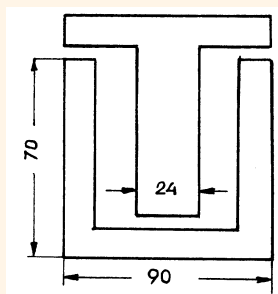
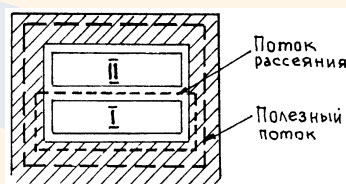
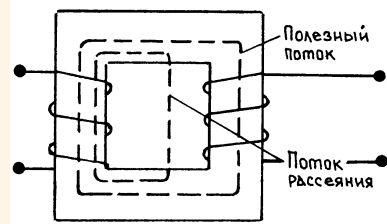

Рис. 8. Типовая форма магнитопровода.
Рис. 10 Вторичная обмотка над первичной. Допустима только для трансформаторов с неширокой полосой частот.
Рис. 11. Пути основного потока и потока рассеяния в трансформаторе.
По данным ведущих изготовителей, их высококачественные трансформаторы имеют в среднем удельный объем железа 2 куб. дюйма /Вт, т.е. набор пластин, показанных на Рис. 8, толщиной в 1,5 дюйма, способен работать с мощностью около 20 Вт. Более подробно вопрос выбора сердечника стоит рассмотреть позже, при анализе внешних трансформатором искажений.
Опираясь на ранее означенную величину удельного объема железа 2 куб. дюйма/Вт, можно считать, что набор стандартного железа (Рис. 8) толщиной 1,5 дюйма легко справится с 20 ваттами мощности. При таком наборе площадь сечения магнитопровода составит примерно 1,5 кв.дюйма, а длина силовой линии в магнитопроводе — около 8 дюймов. Подставив эти значения в формулу (1), получим 1100 витков для индуктивности 10Гн и 2400 витков для индуктивности 50Гн.
Требуемое число витков может быть намотано единой катушкой, поверх которой наматывается вторичная обмотка (Рис. 10), однако, такая конструкция практически не применяется в трансформаторах высокого качества. Чем же плоха эта простая и дешевая конструкция? Ответ на этот вопрос кроется в зависимости высокочастотных свойств трансформатора от взаимного расположения обмоток. Во всех предыдущих расчетах предполагалось, что весь магнитный поток, создаваемый первичной обмоткой, концентрируется в сердечнике и связывает собой первичную и вторичную обмотки. Однако это предположение не распространяется на область высоких частот. На простом примере (Рис. 11) видно, что магнитный поток катушки замыкается по двум различным
путям. Основной путь — через сердечник, здесь концентрируется львиная доля магнитного потока. Кроме него имеется еще один путь, замыкающий очень незначительную часть потока, — в обход сердечника, через воздух, как показано на Рис. 11. Это значит, что не весь магнитный поток, порождаемый
Наихудший из возможных вариантов конструкции трансформатора – это элементарный трансформатор, показанный на рис. 11, в котором первичная обмотка расположена на одном стержне сердечника, а вторичная – на другом. Поток рассеяния в этом случае может составить значительную часть общего потока. Резко уменьшить поток рассеяния можно, намотав вторичную обмотку поверх первичной, как показано на рис.10 и предпочитая тип пластин по рис.8 тому, что применен в примере на рис.10. В этом случае поток рассеяния замыкается через промежутки между обмотками и, очевидно, будет во много раз меньше, чем в трансформаторе по рис. 11.